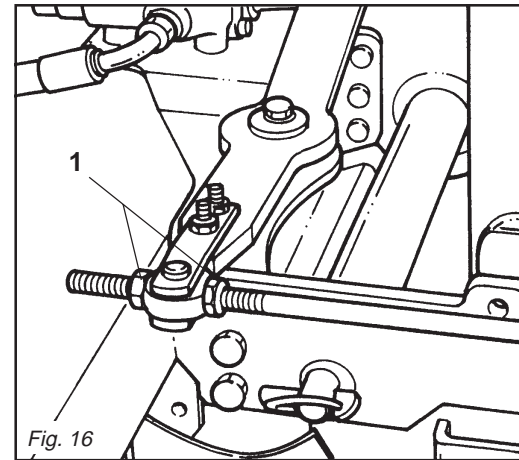

Fig. 16
- Allentare i dadi del perno filettato por- ta tastatore (1 Fig. 16).
- Serrare a fondo i dadi del perno porta tastatore (1 Fig. 16).
- *Loosen the nuts of the threaded pin holding the feeler (1 Fig. 16).*
- *Fully tighten the nuts of the feeler hold- ing pin (1 Fig. 16).*
- Die Muttern (1Abb. 16) der Gewinde- stange, die den Taster trägt, lockern.
- Die Befestigungsmuttern (1 Abb. 16) der Gewindestange wieder anziehen.
- *Desserrez les écrous de l'axe fileté porte-palpeur (1 Fig. 16).*
- *Serrez à fond les écrous de l'axe porte- palpeur (1 Fig. 16).*
- Aflojar las tuercas del perno roscado porta-palpador (1 Fig. 16).
- Ajustar bien las tuercas del perno por- ta-palpador (1 Fig. 16).